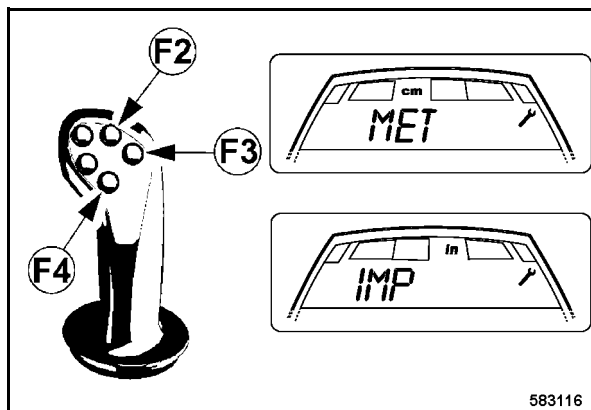

Fig. 101
- Accionar la tecla de función F3 (Fig. 101) hasta la indicación "MET" ó "IMP" parpadea en el indicador.